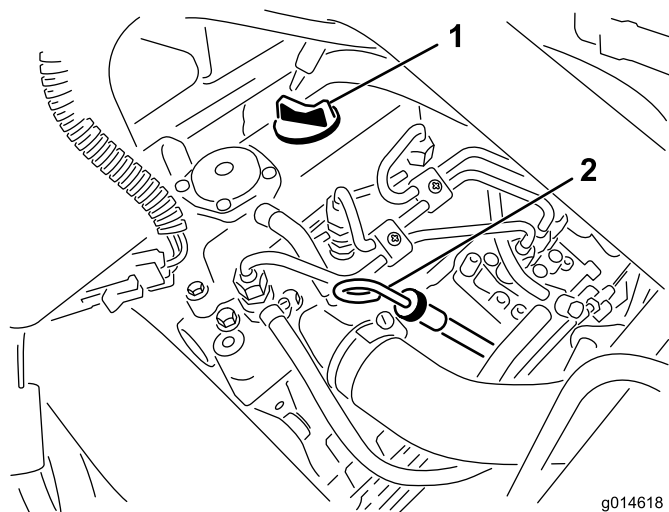

图28
2. 取出量油尺，用干净的抹布擦拭（图28）。将量油尺插入量油尺管道中，并确保它完全插入。从量油尺管道取出量油尺，查看油位。如果油位较低，请从气门室盖上拆下加油颈盖，然后缓慢添加足够机油，将油位水平提高到量油尺上的 Full（已满）标记。在此过程中应缓慢添加机油并不时检查油位。切勿过量添加。